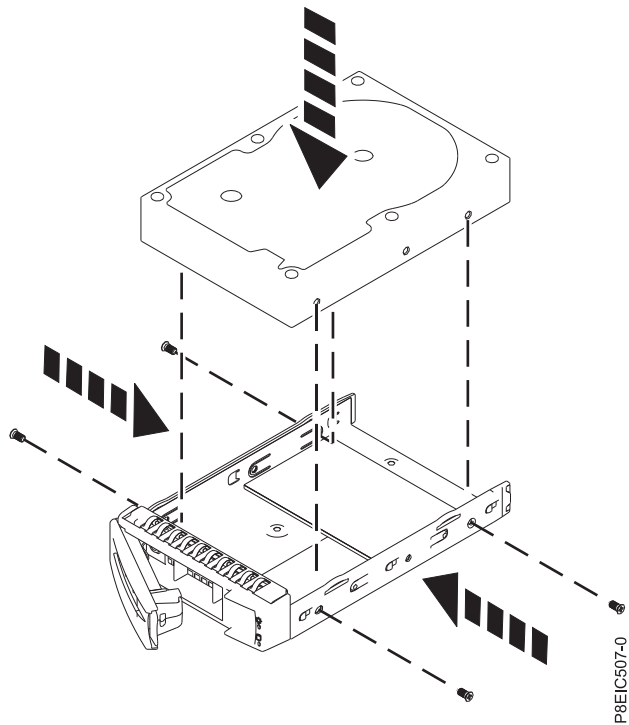

Figura 59. Montaje de la unidad de 3,5 pulgadas en la bandeja
- Una unidad de 3,5 pulgadas ocupa la bandeja, tal como se indica en Figura 59. Asegure la unidad en los laterales de la bandeja con cuatro tornillos (2 en cada lado).